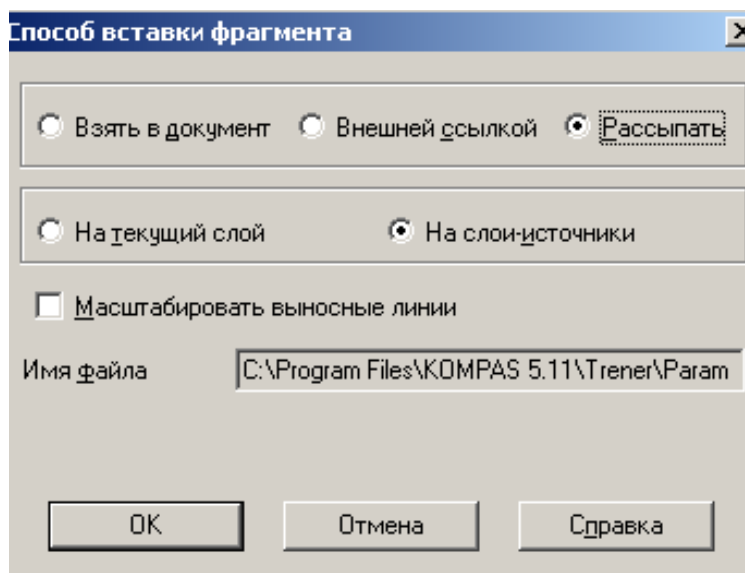

Рисунок 4.12 – Спосіб вставлення фрагмента
9. Виберіть спосіб вставлення фрагмента, ввімкнувши кнопку **Рассыпать** і натисніть кнопку **OK** (рис. 4.12).